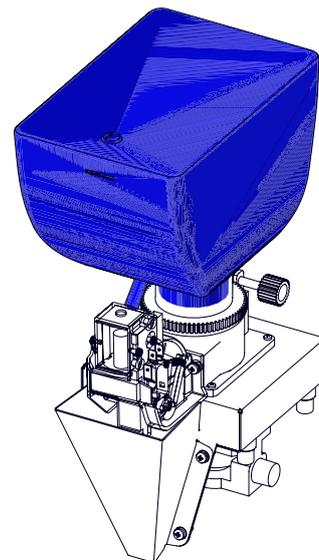

Рисунок 2.14
**2.2.4 Контейнер для кофе (см.рис.2.14)**